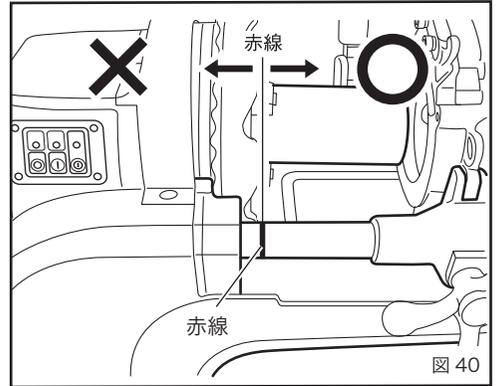

図 40
- ・受けパイプの赤線が往復台でかくれた位置からねじ切りを開始すると、ねじが切れ上がるまでに往復台が主軸台に当たり、事故や破損の原因になります。(図 40)
①希望するサイズにセットされているか確認してください。